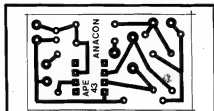

Fig.3
**- FIG. 3 - O LAY OUT DO CIRCUITO IMPRESSO** - Uma "caquinha" de tão pequeno! A figura mostra o padrão cobreado de ilhas e pistas a ser utilizado na confecção do Impresso... Devido ao seu pequeno tamanho e extrema simplicidade, o Leitor não encontrará nenhuma dificuldade na elaboração da placa. Quem for ainda muito "verde" no assunto, deverá